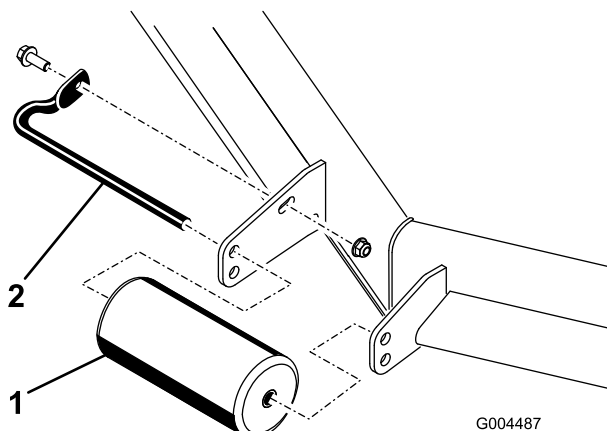

Figura 24
4. Togliete i fermi di fissaggio da ciascun rullo sul piatto di taglio, ed alzate o abbassate i rulli come opportuno; vedere da Figura 24 a Figura 28 come opportuno per il vostro tosaerba.